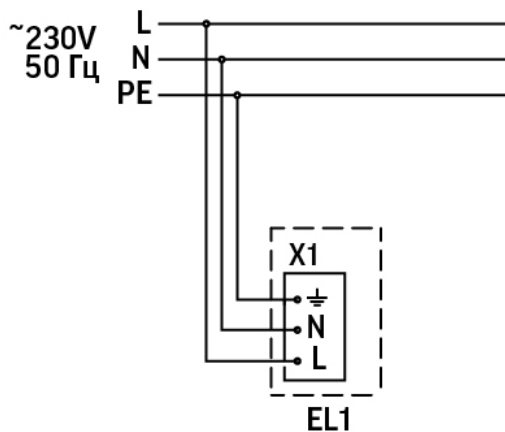

Рис.1
- Завести сетевой кабель через гермоизолятор в корпусе и подключить к клеммной колодке, закрепленной на отражателе, в соответствии со схемой подключения (рис. 1);